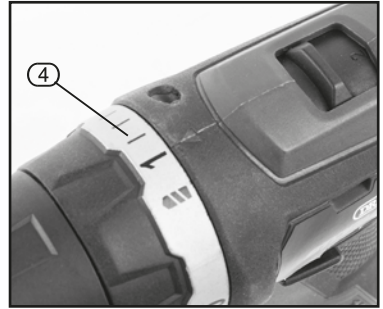

FIG.4
9.6 TORQUE SELECTION CONTROL - Fig. 4